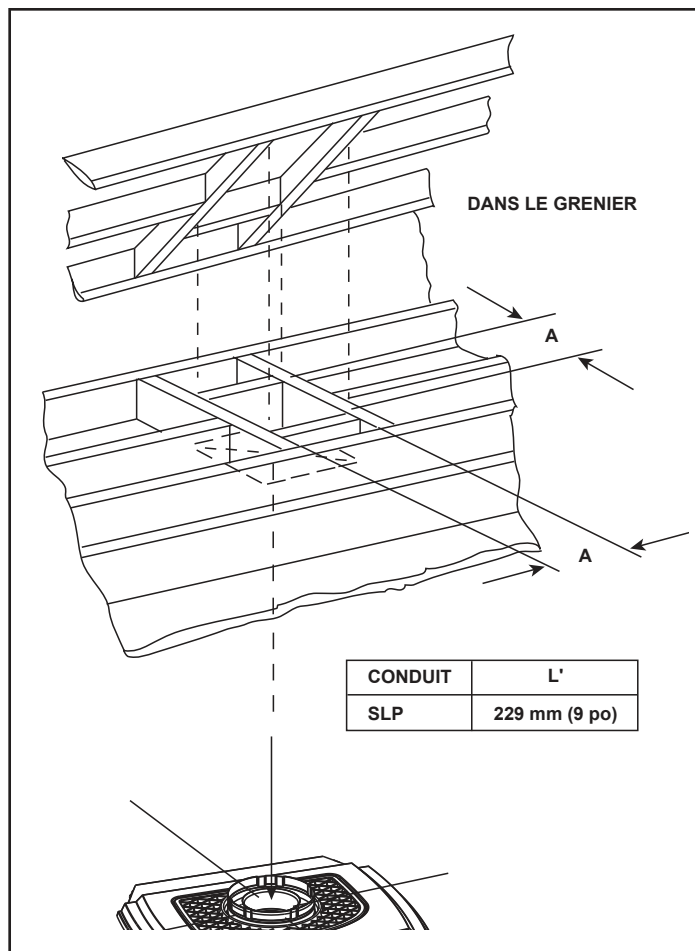

Figure 5.3 Installation du coupe-feu de grenier
- **Conduit SLP** – Bâter une charpente pour une ouverture de 229 mm par 229 mm (9 po par 9 po) toutes les fois que le conduit d'évacuation traverse un plafond ou un plancher (consulter la figure 5.3).